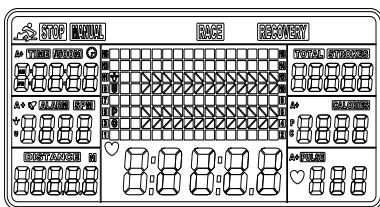

Abb. 1
1. Legen Sie 2 AA-Batterien (im Lieferumfang enthalten) ein und der Zähler gibt für 2 Sekunden einen Signalton aus (Abb. 1).